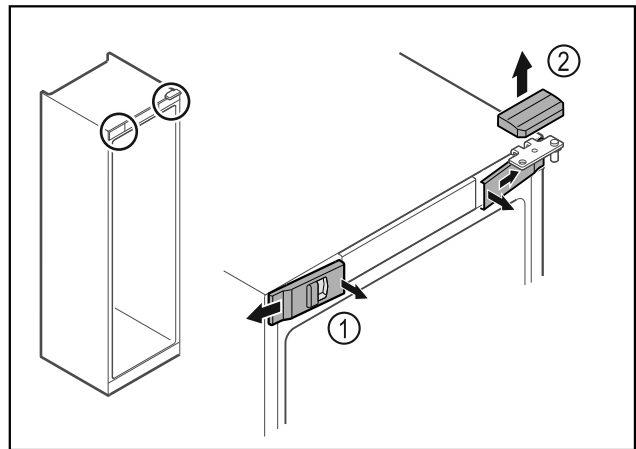

Fig. 18
- ▶ Décrocher les caches avant Fig. 18 (1) du côté intérieur et les retirer vers l'extérieur.
- ▶ Retirer le cache supérieur Fig. 18 (2) vers le haut.